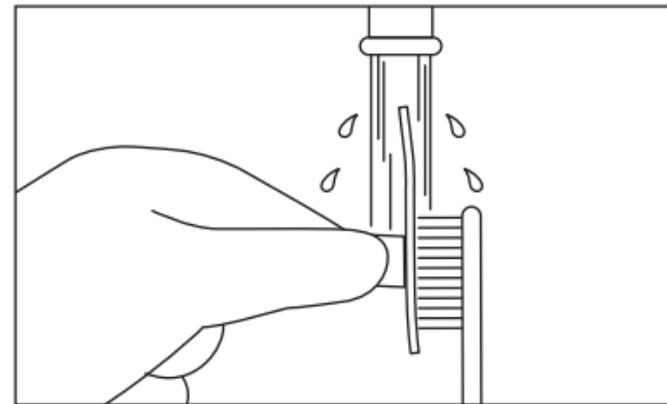

Fig. 13
- 3) Nettoyez les surfaces externes de l'embout d'irrigation à l'aide d'une brosse à dents à poils souples pendant 15 secondes ou plus. (Fig. 13)